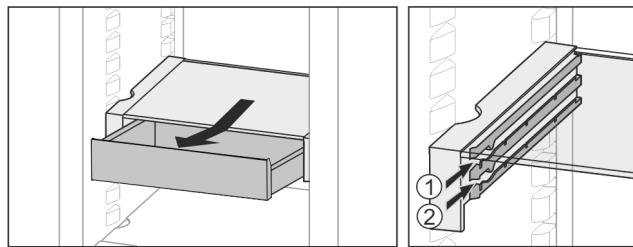

Fig. 32
- ▶ Vstavite ga na poljubni višini Fig. 32 (1) ali Fig. 32 (2).